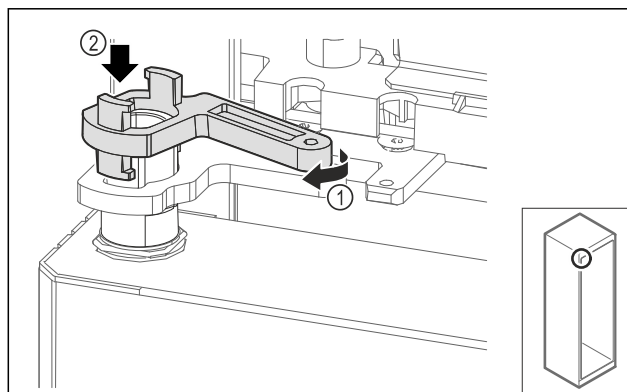

Fig. 70
- ▶ Rrotulloni paksa bazamentin mbështetës të bllokimit Fig. 70 (1) dhe vendosni mbi manikotë Fig. 70 (2).